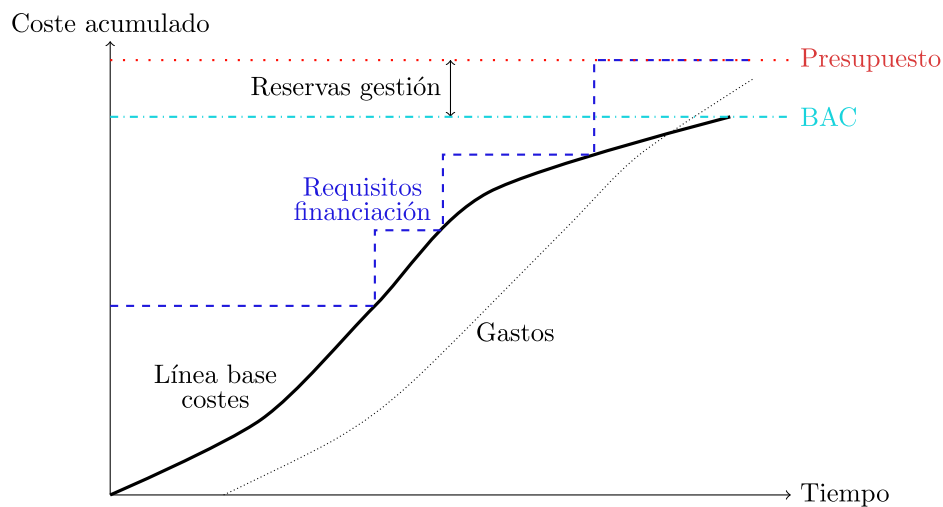

Figura 6.6: Línea base de coste, gastos y requisitos de financiación
- **Línea base de costes:** Versión aprobada del presupuesto con fases de tiempo (sin incluir las reservas de gestión). Se usa como una base contra la cual se mide, observa y controla todos los costes del proyecto. Incluye todos los gastos que se tienen a nivel de actividades, paquetes de trabajo y la reserva de contingencia. Cualquier cambio debe pasar por el procedimiento formal de control de cambios. Dado que las estimaciones de costos que dan lugar a la línea base de costes están directamente ligadas a las actividades del cronograma, esto permite disponer de una visión por fases temporales de la línea base de costos, que se representa típicamente como una *curva en S* (ver Figura 6.6). Para proyectos que utilizan el análisis del valor ganado, la línea base de costes se denomina línea base para la medición del desempeño.
- **Requisitos de financiación del proyecto:** Los requisitos de financiación totales y periódicos se derivan de la línea base de costes. A menudo, la financiación tiene lugar en cantidades incrementales que pueden no estar distribuidas de manera homogénea (en forma de “peldaños” mensuales, trimestrales, anuales...), como en la Figura 6.6). Por eso, es necesario hacer la conciliación del presupuesto con el cronograma.